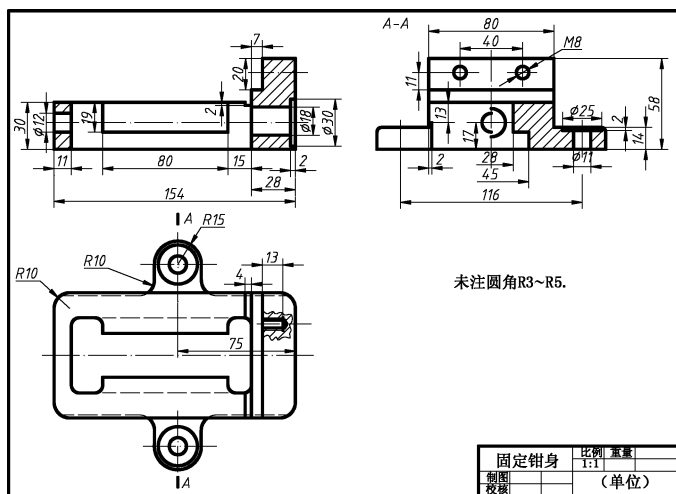

图 11-68 标注尺寸和文字注释示例
- 1) 打开“尺寸”图层，标注顺序一般按照“先里后外”或“先小后大”的原则，根据尺寸设置和装配图中的尺寸进行标注，未标尺寸可以直接图中量取标注，结果如图 11-68 所示。
- 2) 打开“文字”图层，根据文字的设置，填写标题栏和其他文字说明，如图 11-68 所示。